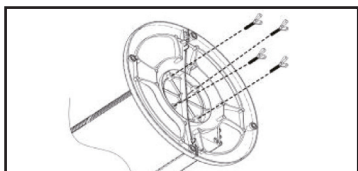

Рис. 3
- Закрепите основание, используя комплект крепежа (рис. 3).